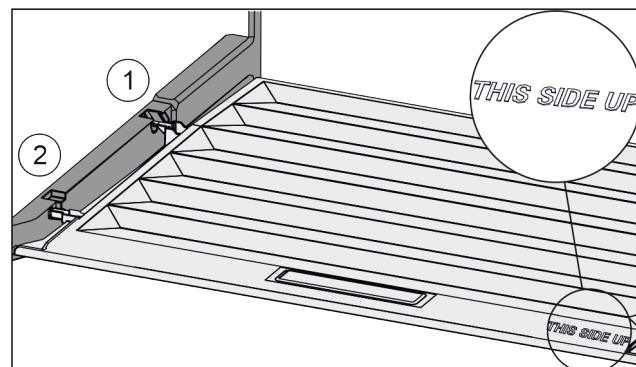

Fig. 59
- Deckelstege über Öffnung der hinteren Halterung Fig. 59 (1) einführen und vorne in Halterung Fig. 59 (2) einrasten.